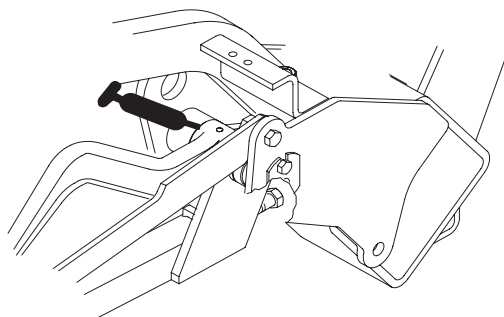

Figure 42
- Bras de relevage (3) (Fig. 42)